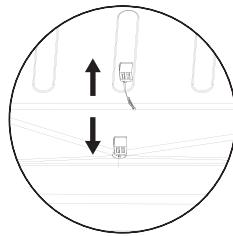

Abb. 1
- Um ein ordnungsgemäßes Ablaufen des Abtauwassers zu gewährleisten, reinigen Sie regelmäßig den Ablauffilter am Tauwasserausfluss. Dieser Ausfluss befindet sich auf der Rückseite des Kühlbereichs (siehe Abb. 1) Lassen Sie den Ablauffilter immer eingesetzt, damit sich der Tauwasserabfluss durch Verschmutzungen nicht zusetzt.